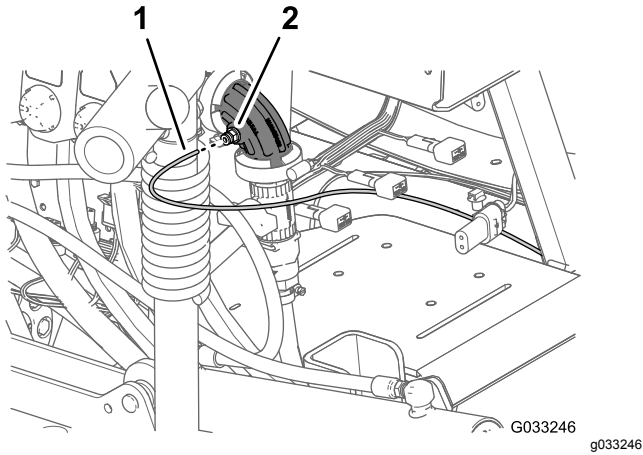
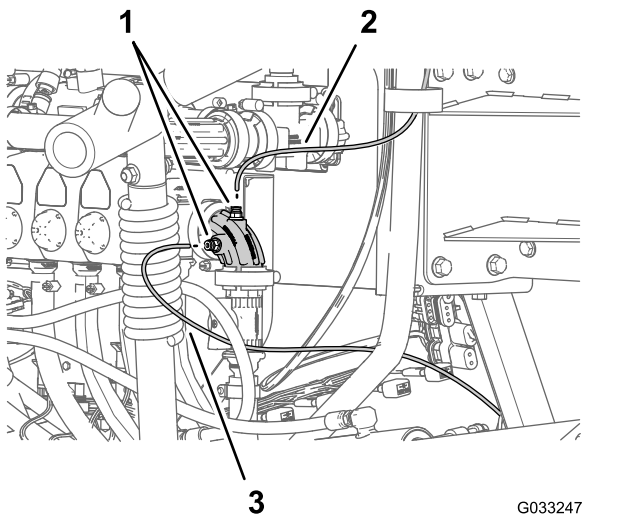

Figura 146
Figura 147
1. Alinhe a extremidade do tubo sensor de pressão (plástico) para o indicador de pressão no painel com o anel de tensão do acoplador do tubo (Figura 146 e Figura 147).
2. Insira o tubo no anel de tensão até o tubo estar devidamente colocado (Figura 146 e Figura 147).